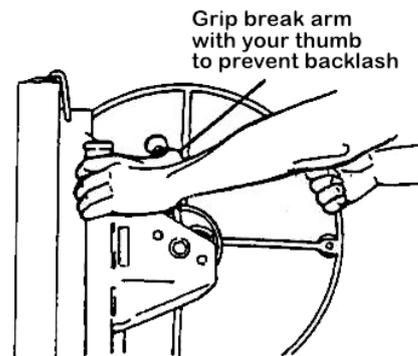

Figure 3
- b. Schieben Sie den Bremshebel ganz nach oben. Fassen Sie das Windenrad nach und halten Sie den Bremshebel mit dem Daumen fest. (Figure 3)